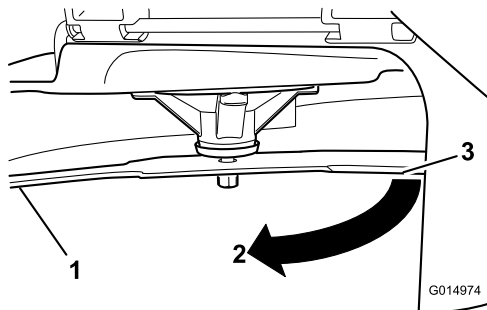

Figure 56
3. Seconde distance mesurée entre la lame et la surface (B)
4. Tournez la même lame de 180 degrés pour amener l'autre tranchant à la même position (Figure 56).